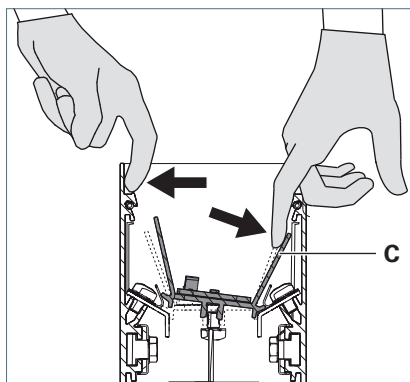

Fig. 19: Déverrouiller le réflecteur.
- ▶ Poussez une des parois latérales du luminaire vers l'extérieur tout en poussant le réflecteur **C** dans la direction inverse, voir Fig. 19.